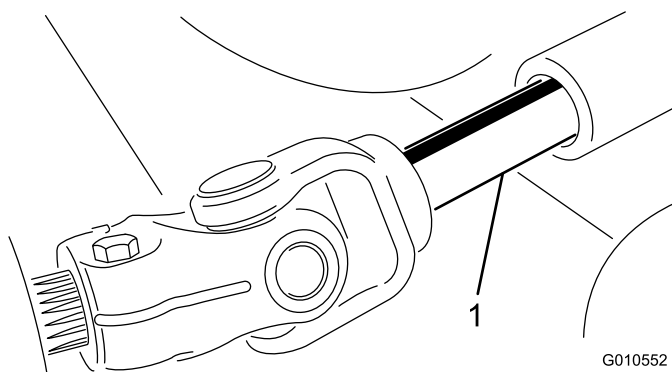

Figure 25
3. Éloignez le plateau de coupe de la machine, en séparant les parties mâle et femelle de l'arbre de PDF (Figure 25).
3. Insérez l'arbre de PDF mâle dans l'arbre de PDF femelle (Figure 25).